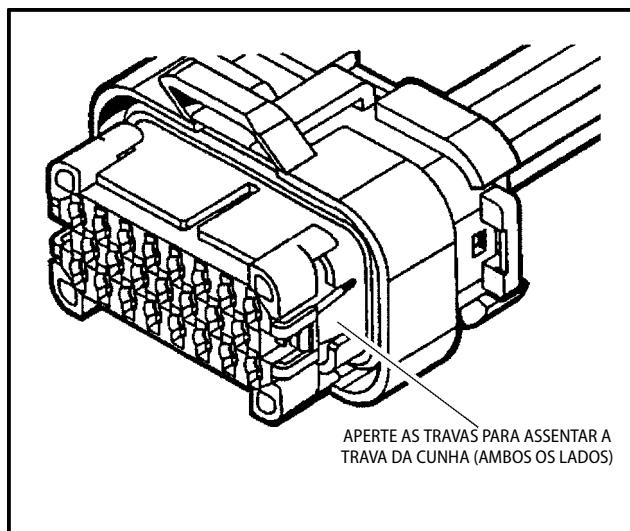

Figura 7-8. Montagem do conector (3 de 4)
3. Após a inserção de todos os contatos necessários, a trava da cunha deve ser fechada na posição travada. Libere as travas apertando-as para dentro (Consulte Figura 7-8. Montagem do conector (3 de 4)).